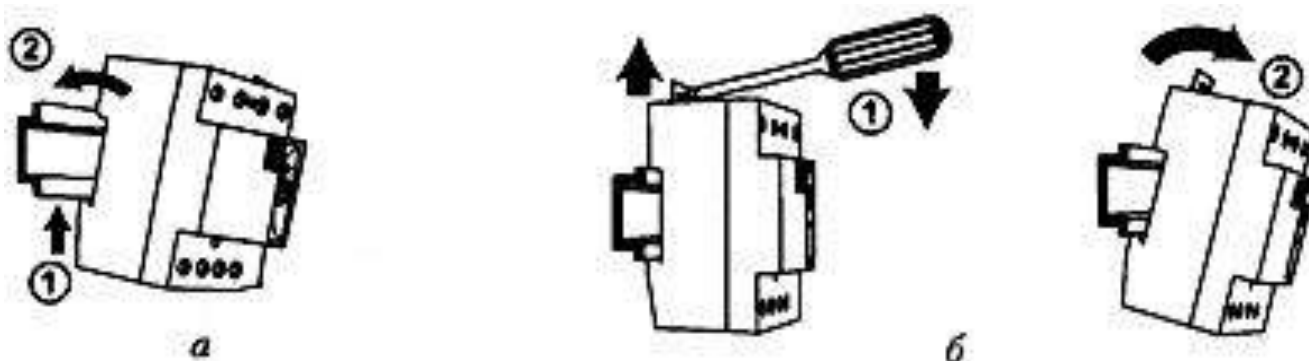

Рисунок 1. Din-рейка и установка на ней устройства: а – монтаж; б – демонтаж
2.3.2.1 Монтаж блоков контроллера осуществляется на специальных рейках (din-рейках) с учетом эксплуатационных ограничений п. 2.1. Благодаря такой методике монтажа крепление получается надежным и простым. Процедура монтажа и демонтажа устройства на din-рейку, (рисунок 1).